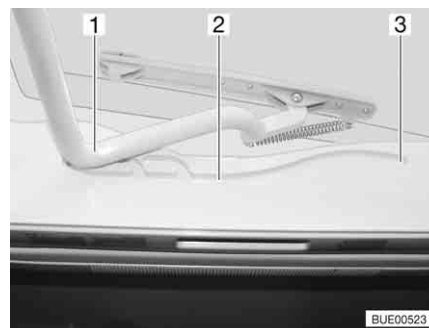

Fig. 97 Lanterneau Heki, glissière
- Tirer l'étrier (Fig. 97,1) dans les glissières (Fig. 97,2) jusqu'à la position la plus reculée (Fig. 97,3).
- Pousser l'étrier (Fig. 97,1) légèrement vers le haut avec les deux mains.
- Tirer l'étrier dans les glissières (Fig. 97,2) jusqu'à la position souhaitée.